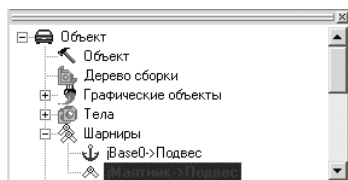

Рис. 1.17. Окно **Список элементов** с выделенным шарниром **jМаятник->Подвес** объекта **Маятник**
- щелкните по шарниру **jМаятник->Подвес** для его выделения, см. рис. 1.17;